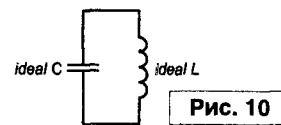

Рис. 10
Промоделировав работу такой схемы (см. рис. 10), мы получили бы в ней “вечные” незатухающие колебания!..
1. Так, вполне возможно на первом этапе исследований использовать в модели генератора идеальные L и C (см. **рис. 10**). Даже в этом случае мы не получаем "вечного двигателя самого в себе" (см. выше).